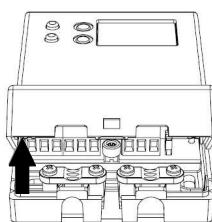

Fig. 3
- Rotiți capacul cablajuri apăsând ușor până când este îndepărtat complet (fig.3).
- 8 Poziționați capacul cablajelor pe bază și rotiți-l înspre bază; împingeți înspre interior limbuta din plastic din partea inferioară a bazei și apăsați ușor pentru a prinde urechea de fixare din plastic în orificiul din partea inferioară a capacului cablajelor (Fig 3).